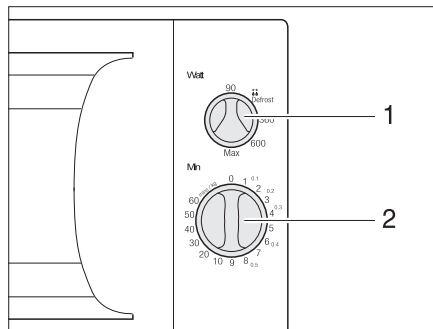

Fig. 236 Boutons de commande du four à micro-ondes
- Sélectionner la puissance sur le bouton tournant (Fig. 236,1).
- Sélectionner la durée de cuisson sur le bouton tournant (Fig. 236,2). La cuisson commence.